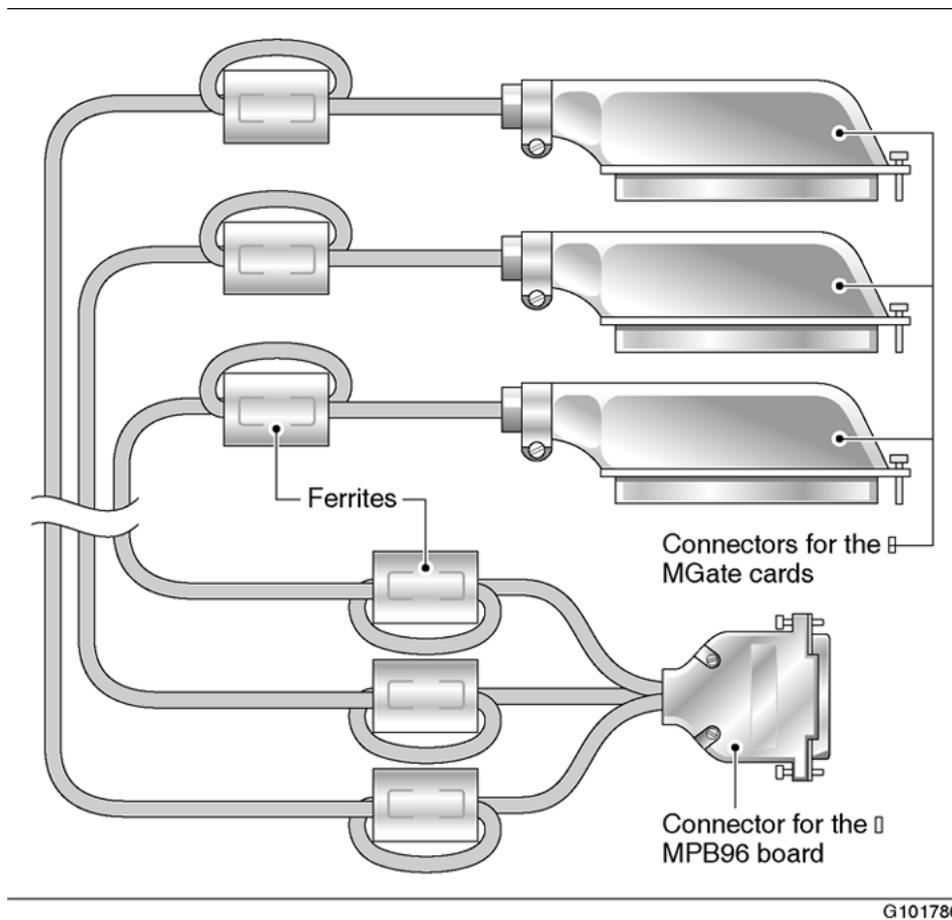

Figure 27: DS30X cable for MPB96 board
- DS30X cable (NTRH2014) Figure 27: DS30X cable for MPB96 board on page 143 shows the DS30X cable for the MPB96 board.